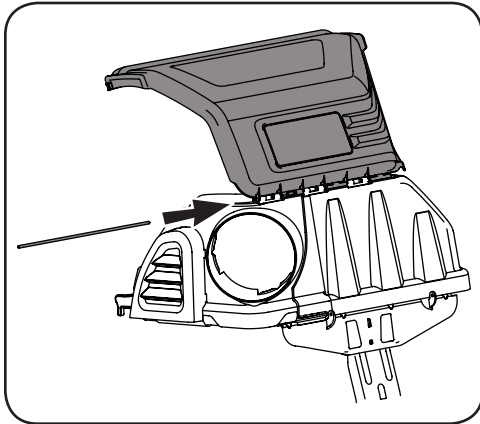

Figura 4-15
5. Desde el frente del conjunto, se deben alinear las lengüetas de la cubierta de la embolsadora superior con las lengüetas en el frente del soporte del canal superior. Deslice el pasador de horquilla a través de las ranuras comenzando en el soporte del canal superior del lado derecho de las lengüetas de montaje, como en la Figura 4-15. Oprima el pasador completamente hasta que llegue al tope de extremo.